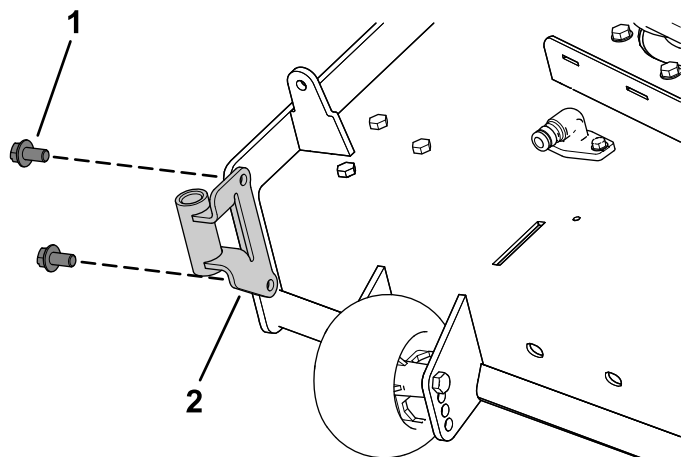

Bild 8
- Befestigen Sie die Gebläsestütze mit zwei Sechskantstellschrauben ($\frac{3}{8}'' \times \frac{3}{4}''$) am Mähwerk, wie in Bild 8 abgebildet.